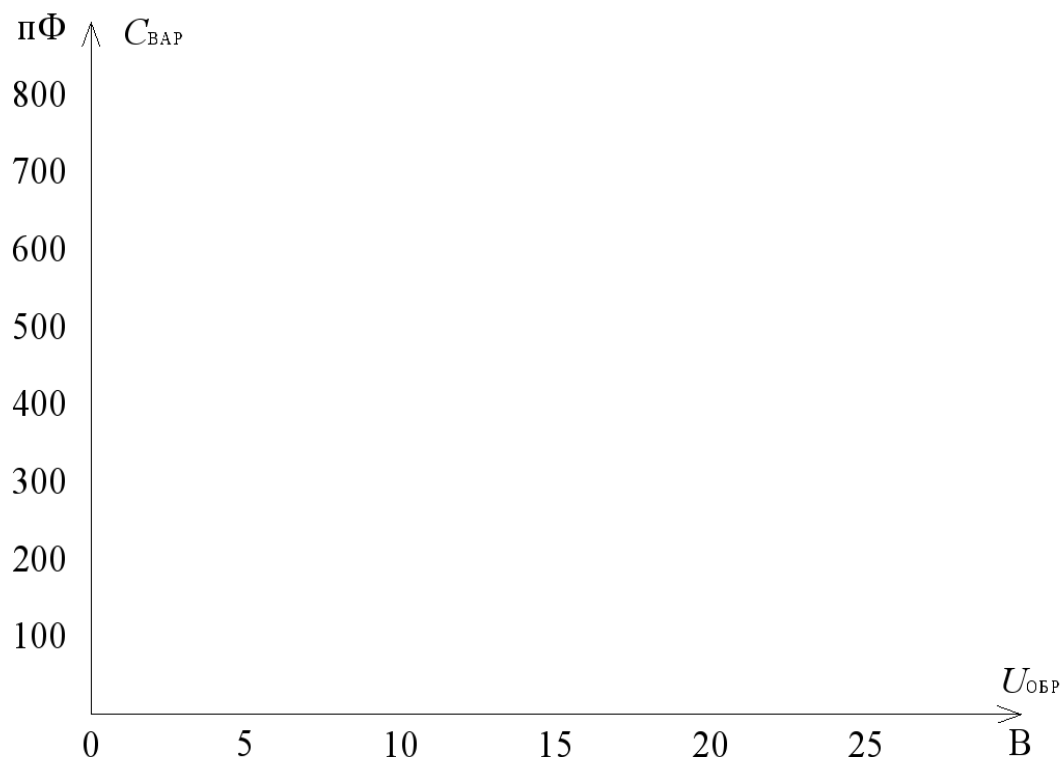

Рис. 5.6
- Занесите значения емкости варикапа в таблицу 5.1. Затем постройте зависимость его емкости  $C_{\text{ВАР}}$  от обратного напряжения  $U_{\text{ОБР}}$  на графике (Рис. 5.6).